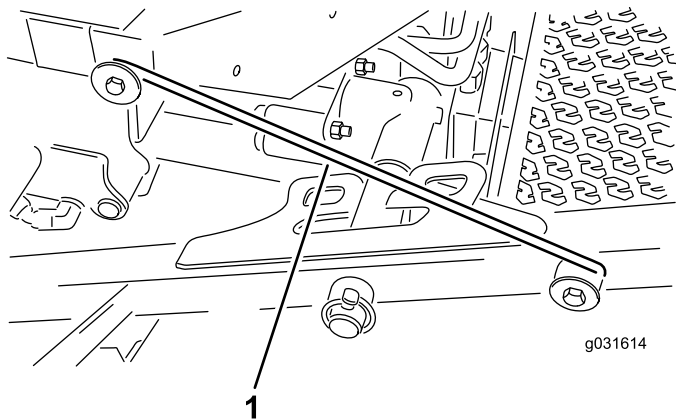

Bild 32
4. Lösen Sie die Riegelstange aus der Halterung am vorderen Trägerrahmen (Bild 32).
5. Heben Sie die Außenseite der Frontmähwerke an und positionieren Sie den Riegel über den an der Vorderseite der Fahrerplattform befestigten Rahmenstift (Bild 32).